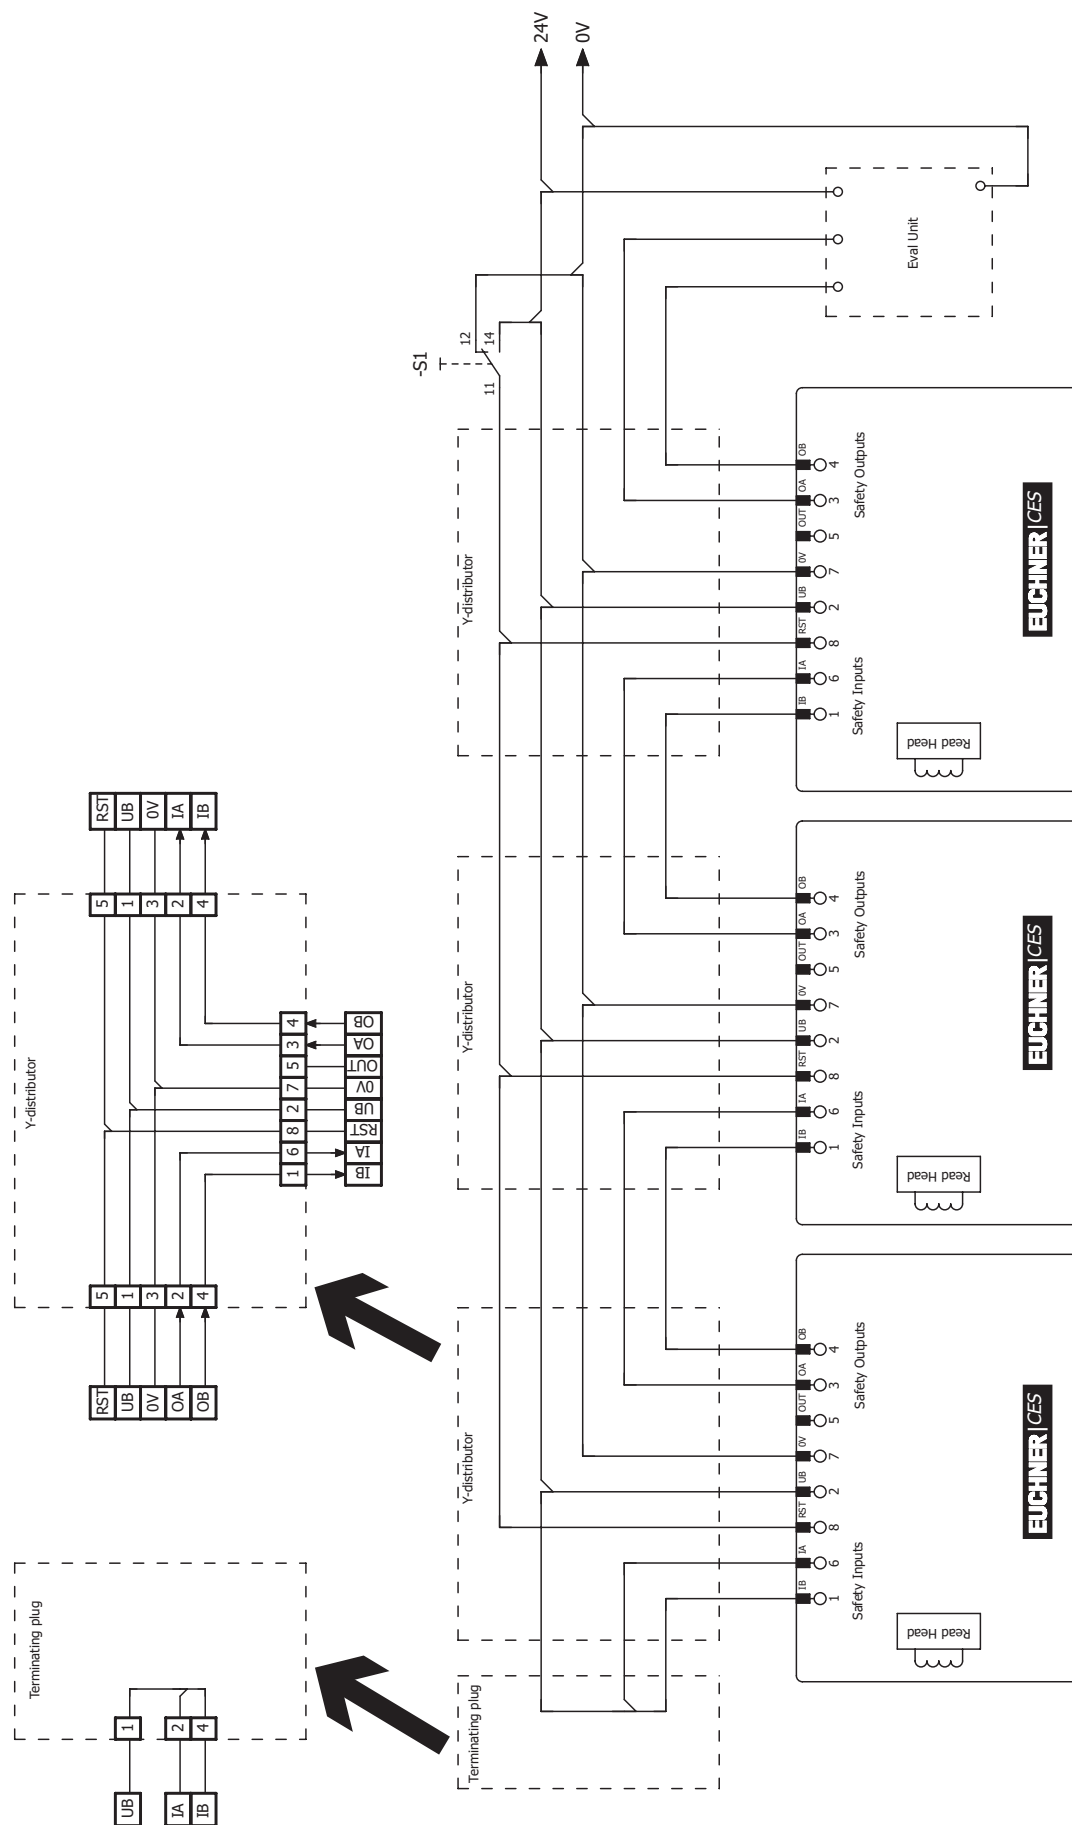

图4：配有复位和转换开关的串联接配线示例
- 开关链中的所有开关都必须使用共同的信号。这可以是转换开关或控制系统的输出。不宜使用按钮，因为工作时复位必须始终连接到GND（请参见第20页的图4中的开关S1）。
通常，应在断电状态下执行接线工作（例如在更换设备时）。某些特定系统则需在运行过程中执行接线和后续初始化。为此，必须按第20页的图4所示连接RST输入。